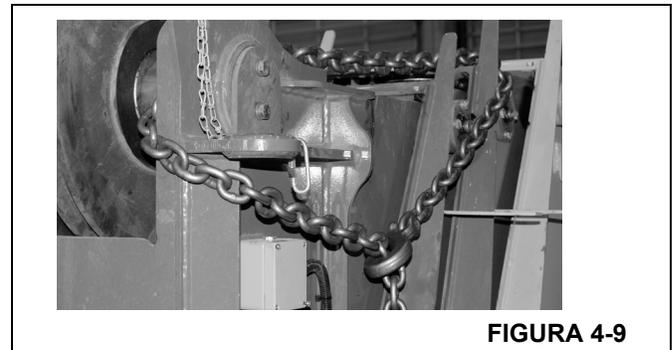

FIGURA 4-9
4. Acorrente juntas as seções volante, intermediária externa e intermediária interna. Isso evitará a extensão inadvertida ou inesperada dessas seções durante a desmontagem da lança. Figura 4-9